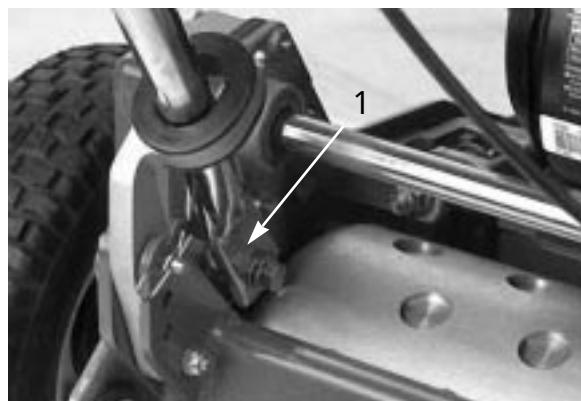

図 2
- ハンドル端を内側に絞りながら、取り付けピンに通す（図2）。
- 取り外しておいたキャップスクリュ、ワッシャ、ロックワッシャで、ハンドル端部を固定する（図2）。
- 次に、ハンドル・アームの下部を固定する。先程外したキャップスクリュとロックナットを使用する（図2）。ハンドル・アーム取り付け穴にブッシュを入れるのを忘れないこと。
- 先程外しておいたコッターピンとリングピンで、ハンドル・アームをフレーム後部に固定する（図2）。